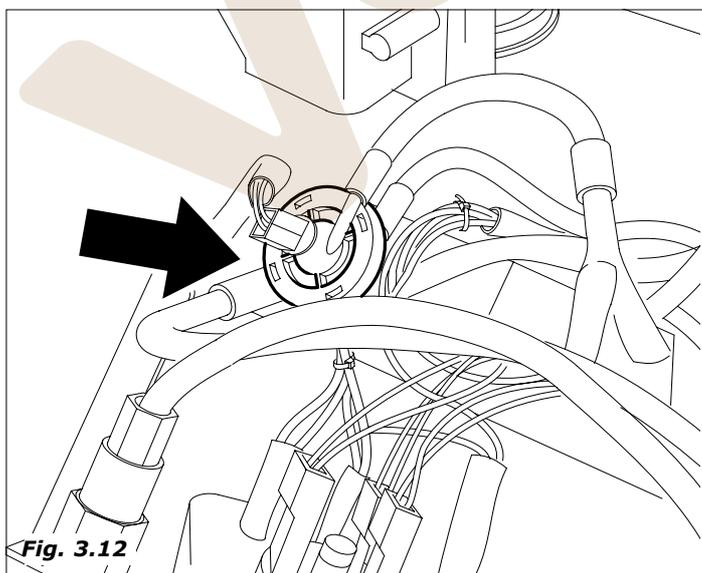

Fig. 3.12
- Se activa la bomba hasta inyectar la cantidad de agua programada. Para controlar la dosis, se utiliza un dispositivo electrónico, (contador volumétrico), situado a la entrada de la bomba (Fig.3.12)